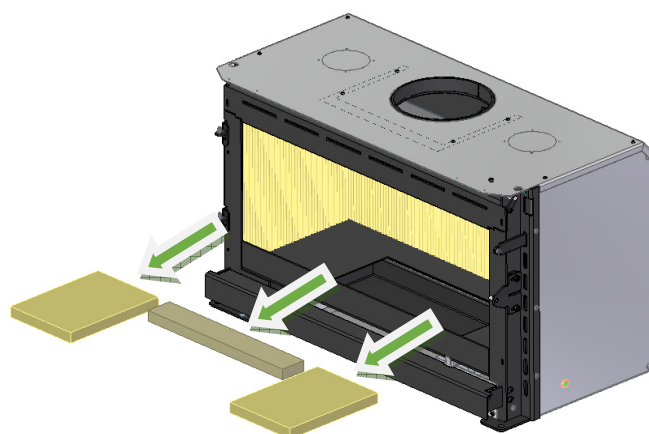

Figura 40 – Remoção do fundo em vermiculite
2. Remova as 3 peças de vermiculite do fundo, deslocando para cima e retirando do equipamento, Figura 40.